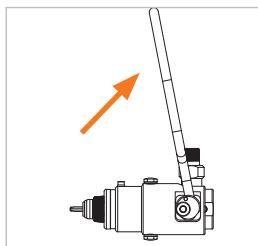

Figure 2
- Relever l'arceau de commande (pos. 1) (Figure 2). Les mâchoires de serrage coïncident.